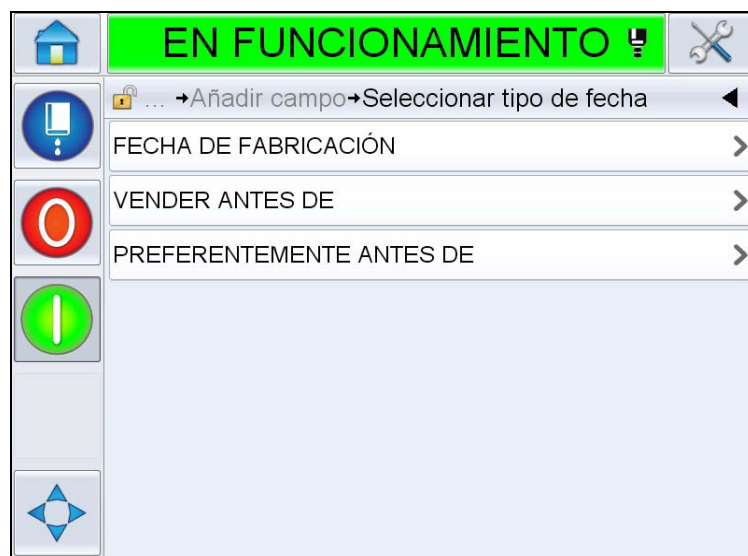

Figura 5-25: Página Date Type (Tipo de fecha)
- 4 Seleccione el campo *Date Code* (*Código de fecha*). Se muestra la siguiente página (Figura 5-25).